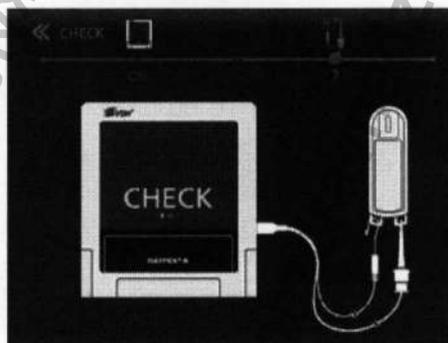

Рис. 33. Подключение зажима для файла и губного электрода к контрольному штекеру
• Установка этой варьируемой апикальной линии в предпочтительную позицию, например, на последнюю зеленую полосу (рис. 33).
- Соедините зажим для файла и губной электрод (или второй зажим для файла) с контактными перемычками контрольного штекера, как показано на дисплее (рис. 33).